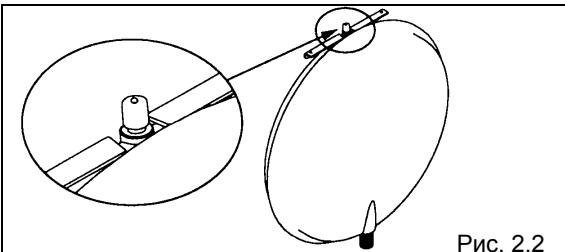

Рис. 2.2
- расширительный бак находится под давлением 1 бар. Снимите защитный колпачок с штуцера для контроля и зарядки, который находится в верхней части бачка (Рис. 2.2); с помощью манометра проверьте давление зарядки и при необходимости увеличьте давление компрессором.